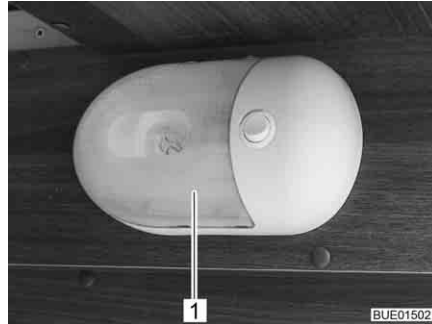

Fig. 276 Iluminação da garagem
- Comprima cuidadosamente a cobertura transparente (Fig. 276,1) de ambos os lados, puxe-a ligeiramente do interruptor e retire-a para a frente.